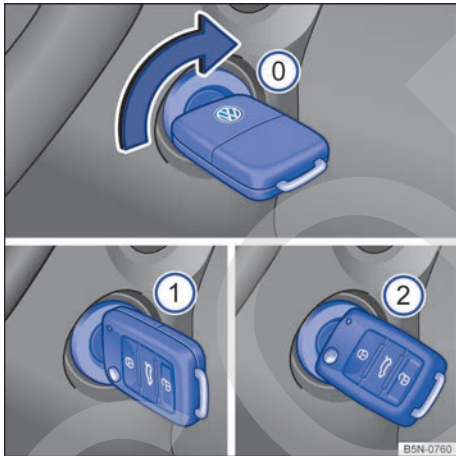

Fig. 94 Posiciones de la llave del vehículo en la cerradura de encendido.
Posiciones de la llave del vehículo → fig. 94
- *Vehículos con cerradura de encendido:* Gire la llave a la posición → fig. 94 ①. El encendido está conectado.
- *Vehículos con cerradura de encendido:* Gire la llave en la cerradura de encendido a la posición → fig. 94 ② sin pisar el acelerador. Una vez se ponga el motor en marcha, suelte la llave en la cerradura de encendido.
Si el motor no se pone en marcha, no utilice nunca el motor de arranque con una marcha engranada y la llave introducida en la cerradura de encendido en la posición → fig. 94 ② para circular o arrancar por remolcado, p. ej., en caso de estar el depósito de combustible vacío. El motor de arranque podría resultar dañado. ▶
- *Vehículos con cerradura de encendido:* Gire la llave en la cerradura de encendido a la posición → fig. 94 .